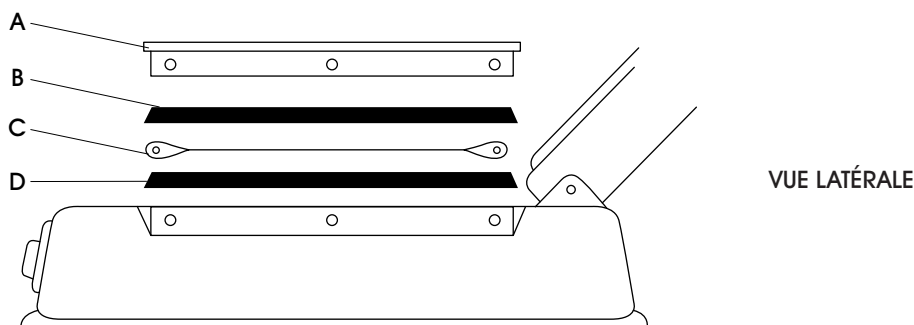

Figure 1
1. Retirez les vis ainsi que les plaques de protection (A) et la protection en téflon supérieure (B). Retirez l'élément (C) des bornes de branchement. (Voir figure 1)
2. Si le ruban adhésif en téflon inférieur (D) est usé, brûlé ou déchiré, il doit être changé. Le ruban en téflon isole l'élément du boîtier de la soudeuse pour assurer le bon fonctionnement de la soudeuse. (Voir Figure 1) Si cette bande n'est pas usée, passez à l'étape 5.